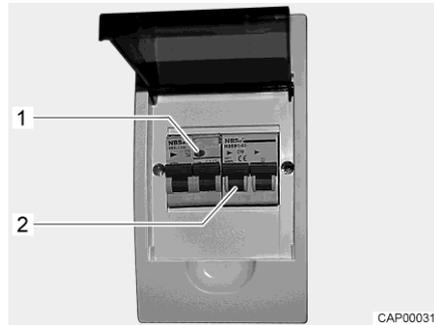

Fig. 47 Caja de fusibles de 230 V con interruptor de protección de línea e interruptor FI
Un interruptor de corriente de defecto (interruptor FI) en la caja de fusibles asegura el vehículo completo contra corriente de defecto (0,03 A). Un interruptor de protección de línea conectado en serie (10 A) (Fig. 47,2) asegura la red de a bordo de 230 V.
- Si el vehículo está conectado a la alimentación de 230 V, pulsar la tecla de prueba (Fig. 47,1). Se debe activar el interruptor de corriente de defecto.